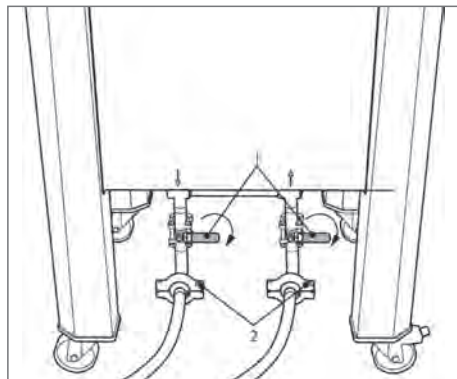

Fig. 72
2. Si procede, cierre las dos válvulas de bola manuales, desconecte las conexiones de entrada y de salida y retire las líneas (ver Figs. 72 | 1 y 72 | 2).